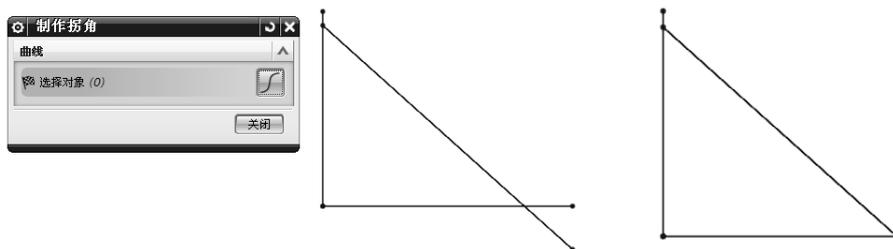

图 2-56 制作拐角
(5) 制作拐角 : 延伸或修剪两条曲线以制作拐角, 如图 2-56 所示。